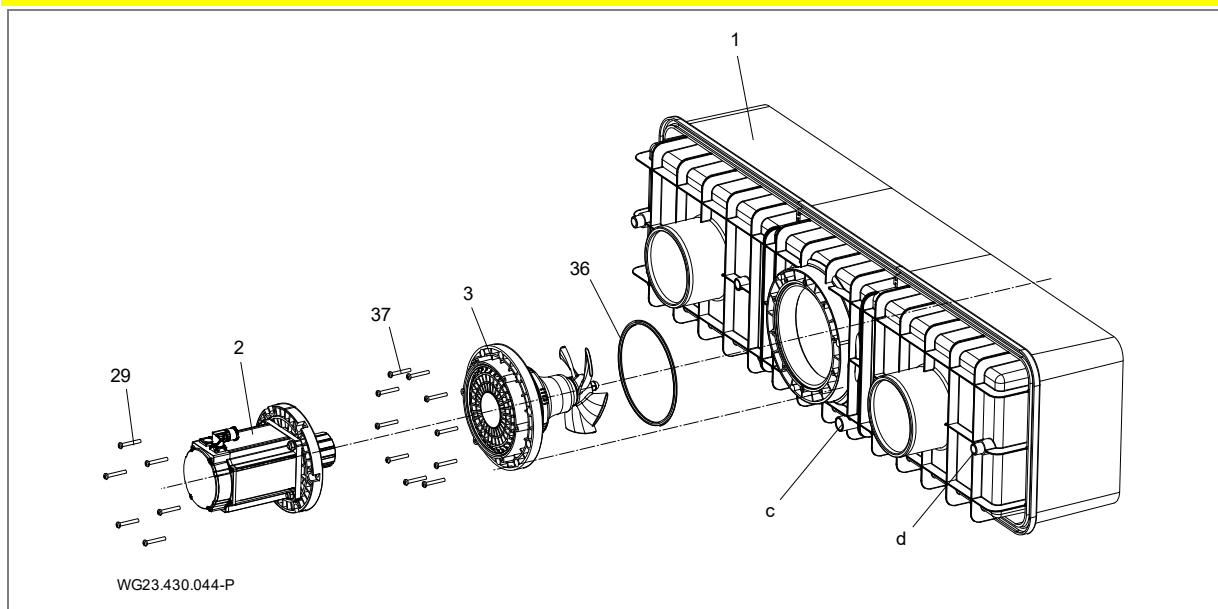

Abb. 16
1. Odmastite priključni nastavak (d, (Abb. 16)) na plastičnom kućištu (1) i priključnu čahuru crijeva za zaštitu kabela (12) pomoću sredstva za čišćenje PVC-U/ABS.
Postrojenje treba smjestiti u oknu koji graniči s rubom bazena. U prostoriji za postavljanje mora postojati besprijekorna ventilacija i održavanje kao i dovoljni podni odvod. Mora postojati mogućnost pričvršćivanja za pretvarač frekvencije i rasklopni ormar kao i crijevo za zaštitu kabela (po mogućnosti iznad razine vode). U oknu mora postojati priključak za izjednačenje potencijala. Pogledajte "Abb. 16" na stranici 22.